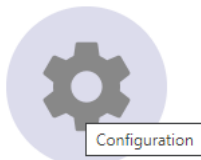

图 3-9. 配置页面图标
3. 点击图 3-9 所示的 *Configuration* 图标（左侧的菜单中也提供了该图标），选择 I2C 总线上的 TMAG3001EVM 数量，并选择 ADDR 引脚连接到哪个引脚。